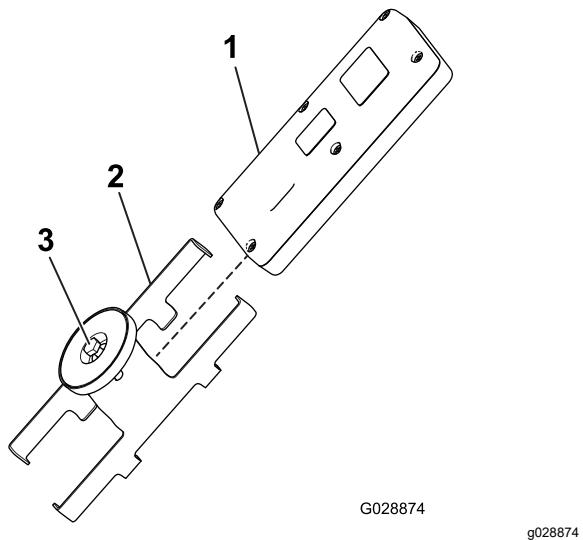

Figura 48
1. Desaperte o parafuso no íman no suporte magnético do comando remoto (Figura 48).
2. Deslize as laterais do suporte e retire o comando remoto (Figura 48).
8. Instale o comando remoto no suporte magnético remoto, una as metades para prender o comando e aperte o parafuso no íman (Figura 48).